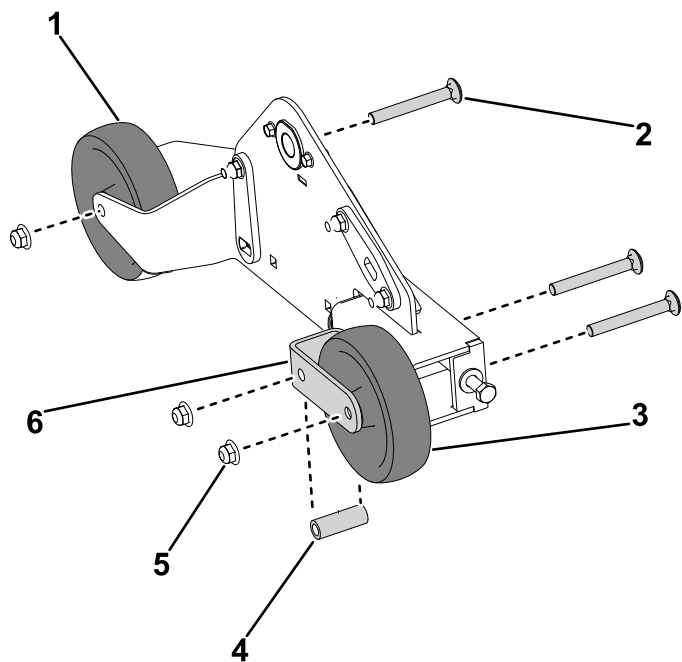

Figura 30
6. Montate la forcella del carrello conservata sul supporto del cingolo, e fissate senza serrare con il bullone a testa tonda ($\frac{3}{8}$ " x 3") e il dado di bloccaggio ($\frac{3}{8}$ ") (Figura 30).
7. Montate la ruota del carrello di destra conservata sulla forcella del carrello e sul supporto del cingolo, e fissate senza serrare con il bullone a testa tonda ($\frac{3}{8}$ " x 3"), la boccia del tenditore e il dado di bloccaggio ($\frac{3}{8}$ ") (Figura 30).
8. Montate la ruota del carrello di sinistra sul supporto del cingolo, e fissate con il bullone a testa tonda ($\frac{3}{8}$ " x 3"), la boccia del tenditore e il dado di bloccaggio ($\frac{3}{8}$ ") (Figura 30).